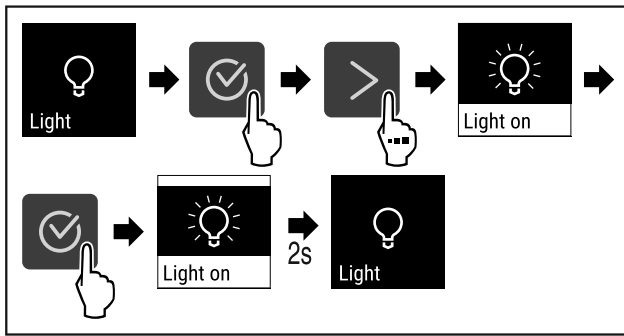

Fig. 86
- ▶ Εκτελέστε τα βήματα ενεργειών (βλέπε Fig. 86) .